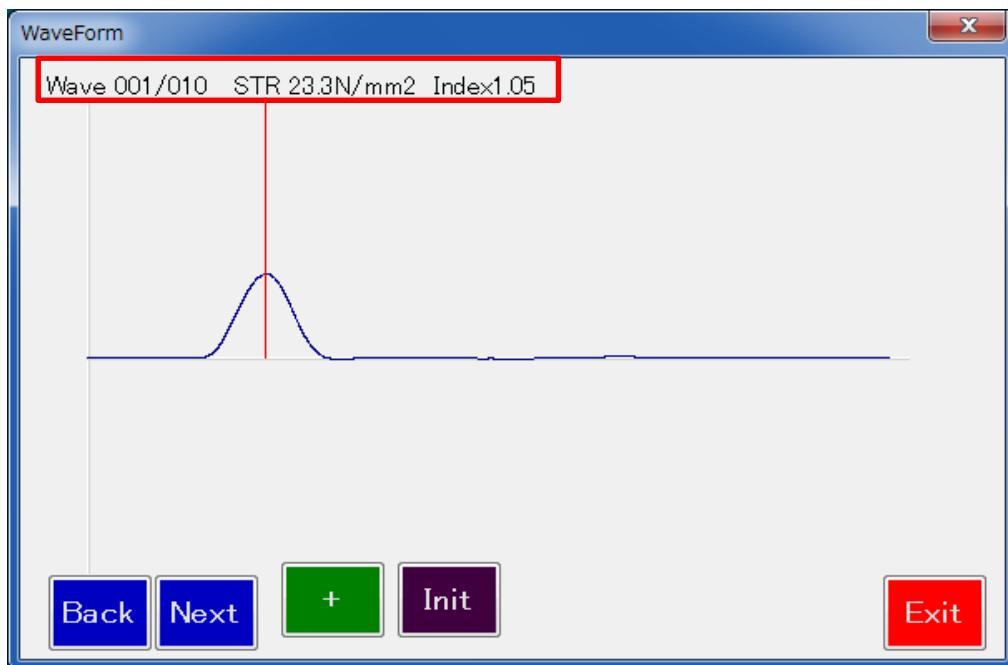

図 5.5-2 波形表示ダイアログ
- 「X-Y-N/STR/INDEX」リストボックスの中から座標番号をクリックし、この指定した測定データがどのパラメータで測定されたかを確認する場合には、【Show Parameter】④ボタンをクリックします。
- ・【Show Wave Form】⑤ボタンをクリックすると、波形表示ダイアログ(図 5.5-2)が表示されます。